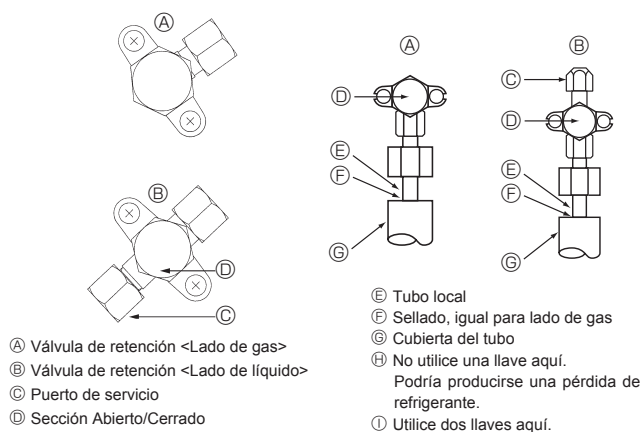
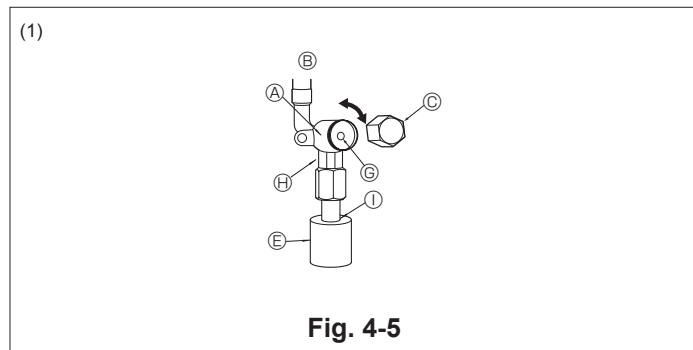

Fig. 4-4
Fig. 4-5
4.4. Prueba de fuga de gas del tubo de refrigerante (Fig. 4-4)
- Si la presión se reduce en los pasos (2) o (3), hay una fuga de gas. Busque el punto de fuga del gas.
- Lado del gas (Fig. 4-5)